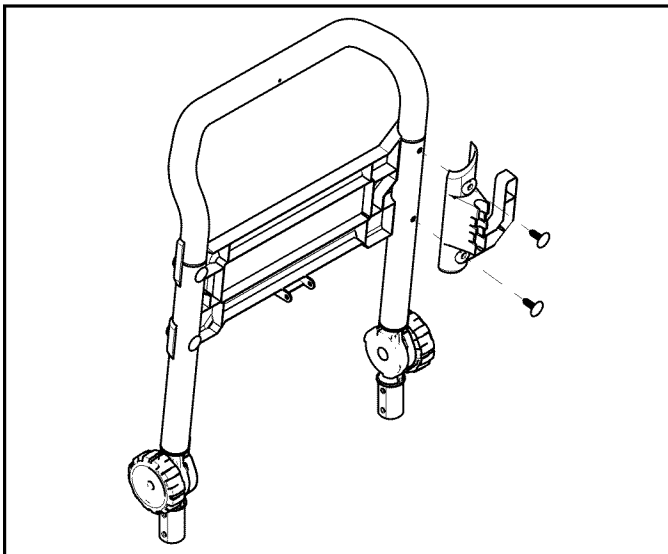

Figura 4-1. Fijación del gancho para pistola en el conjunto de asa
1. Instale el gancho para la pistola en el conjunto de asa usando (2) broches de fijación escalonados suministrados. Alinee los agujeros y empuje los broches de fijación escalonados hasta que asienten a ras con el gancho para pistola (Figura 4-1).